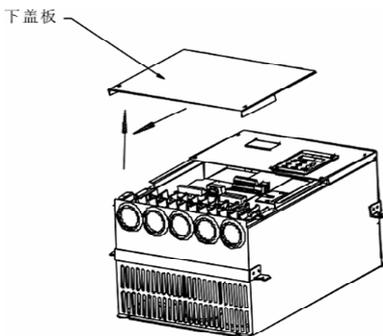

图 3-4 钣金外壳下盖板拆卸图
18.5kW以上MD系列变频器采用钣金外壳，钣金外壳下盖板的拆卸参见图3-4。可用工具直接将下盖板的螺丝拧松即可。